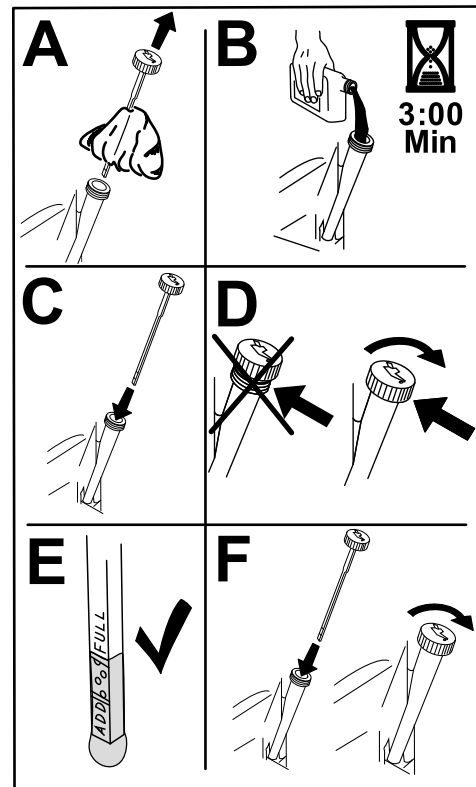

Bild 43
6. Gießen Sie langsam ungefähr 80 % der angegebenen Ölsorte in den Einfüllstutzen und füllen Sie dann vorsichtig mehr Öl ein, um den Ölstand an die **Voll**-Markierung zu bringen (Bild 43).